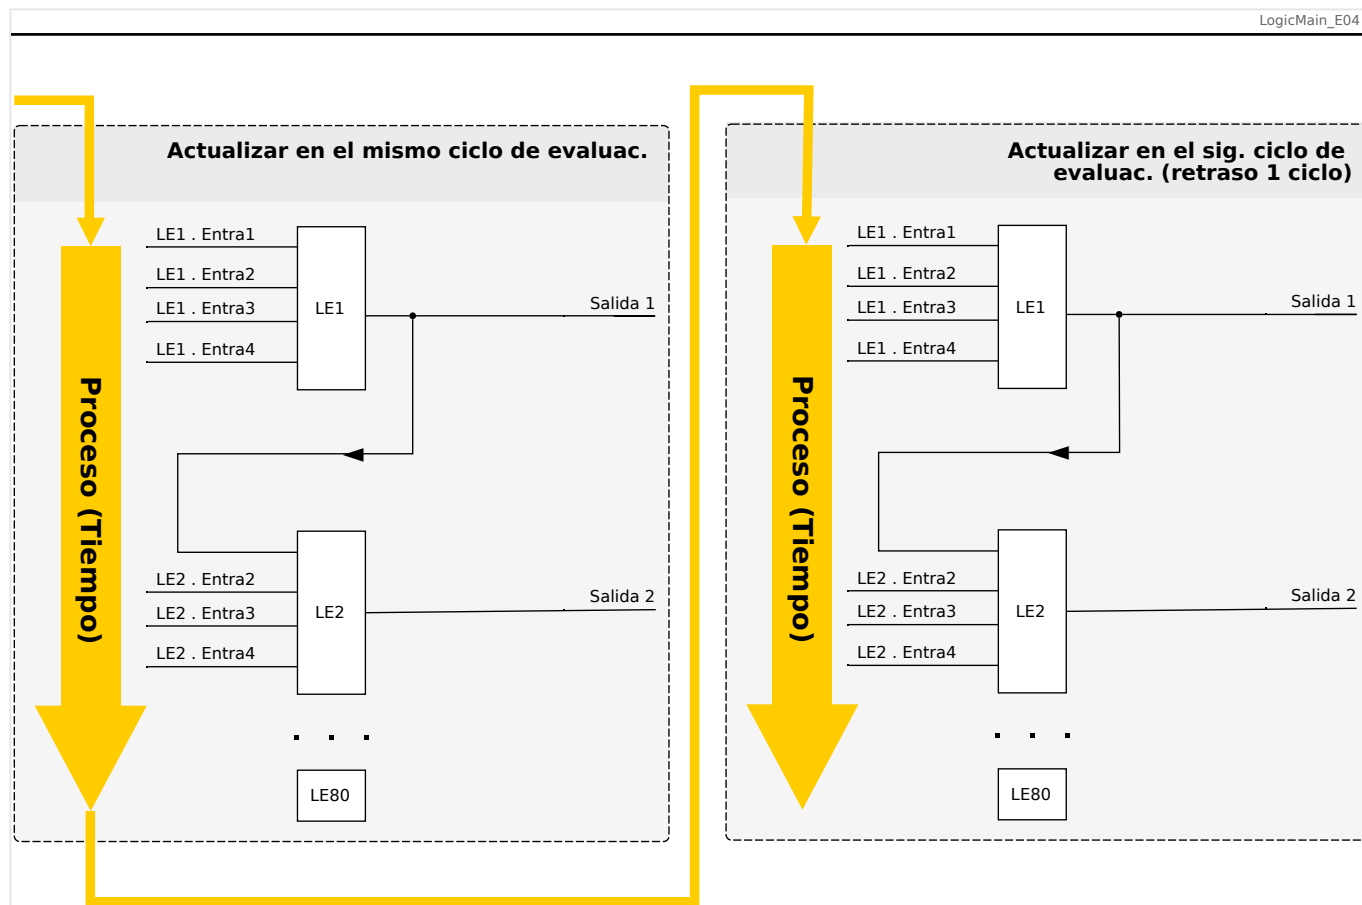
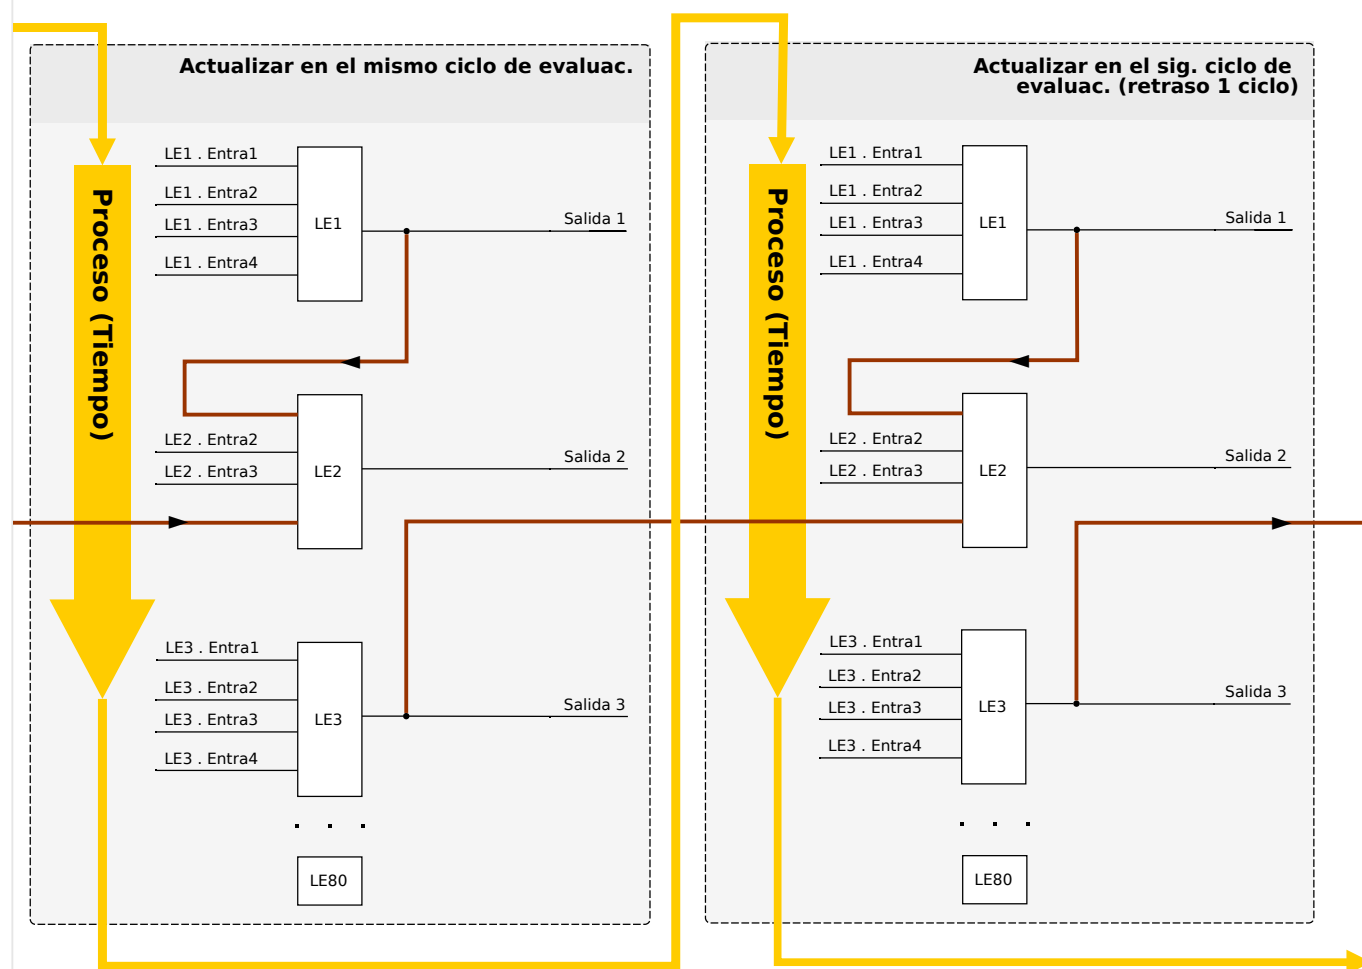

Fig. 75: Cascada en orden ascendente.
Fig. 76: Cascada en orden descendente.
- Una secuencia **ascendente** quiere decir que algunas de las salidas se usarán como entradas de una ecuación lógica con un número **mayor**. Por ejemplo, en el diagrama  Fig. 75 siguiente, se muestra un ejemplo en el que el resultado de la ecuación lógica LE1 se usa como entrada de la ecuación lógica LE2.
- Una secuencia **descendente** quiere decir que algunas de las salidas se usarán como entradas de una ecuación lógica con un número **inferior**. Por ejemplo, en el diagrama  Fig. 76, se muestra un ejemplo en el que el resultado de la ecuación lógica LE3 se usa como entrada de la ecuación lógica LE2.
Tanto la secuencia ascendente como la descendente se pueden usar y combinar entre sí, sin ninguna diferencia inmediata. Sin embargo, como todas las ecuaciones se evalúan en orden ascendente, los valores de tiempo de ejecución en sí que se usen como la entrada de una ecuación tendrán una “antigüedad” distinta, como se muestra en  Fig. 75 y  Fig. 76 a continuación.
En el ejemplo mostrado anteriormente en  Fig. 76, la “Ecuación lógica 2” usa los estados de salida de otras dos ecuaciones, la “Ecuación lógica 1” y la “Ecuación lógica 3”. El resultado de la “Ecuación lógica 1” se usa en orden ascendente y, por lo tanto, se evalúa con el mismo ciclo de proceso. El resultado de la “Ecuación lógica 3” se usa en orden descendente y, por lo tanto, se evalúa en el ciclo de proceso anterior.